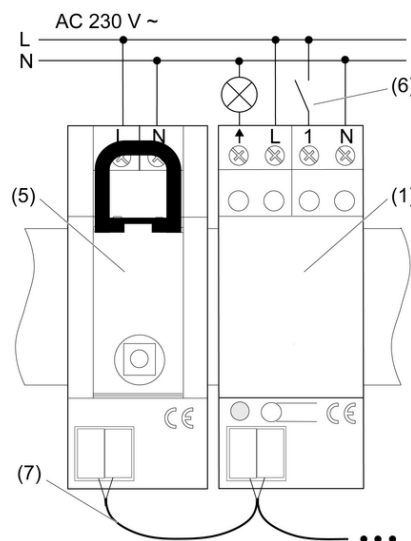

Bild 2
- i** Die gesamte Länge der Busleitungen (7) zwischen den Geräten darf 3 m nicht überschreiten.
- i** Die Busleitungen (7) dürfen nicht verpolt werden.
- Schaltaktor (1) auf Hutschiene aufsnappen.
- Schaltaktor gemäß Anschlussplan anschließen (Bild 2).
- Schaltaktor über eine Busleitung mit dem Funkempfänger REG (5) verbinden.
- Gegebenenfalls Installationstaster (6) gemäß Anschlussplan anschließen (Bild 2).